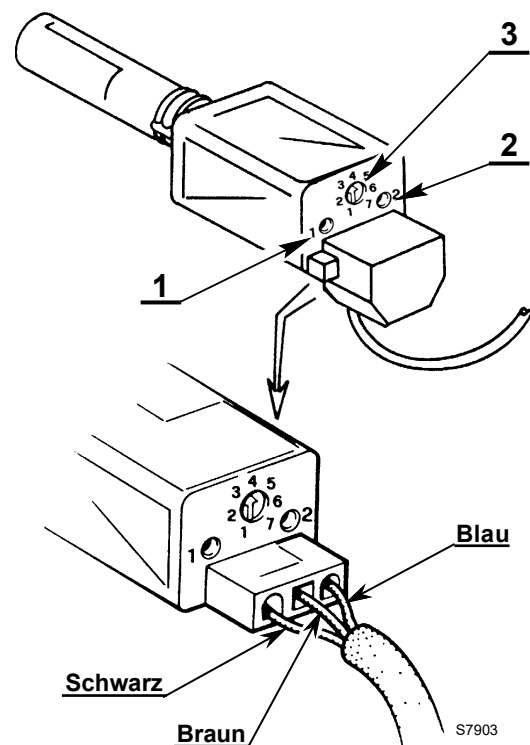

Abb. 14
- Potentiometer 3)(Abb. 14) zur Regelung der Empfindlichkeit.
- Led 1)(Abb. 14) zur Anzeige der Empfindlichkeit.
- Led 2)(Abb. 14) zur Anzeige des Betriebs.
- am Potentiometer 3)(Abb. 14) so weit gegen den Uhrzeigersinn drehen, bis die LED 1)(Abb. 14) blinkt, wodurch der Mindestwert der Kerbe definiert wird.
- Am Potentiometer 3)(Abb. 14) so weit im Uhrzeigersinn drehen, bis die LED 1)(Abb. 14) stabil leuchtet. Die endgültige Einstellung im Bezug auf den ermittelten Mindestwert auf 1 bis 2 Rasten höher einstellen.